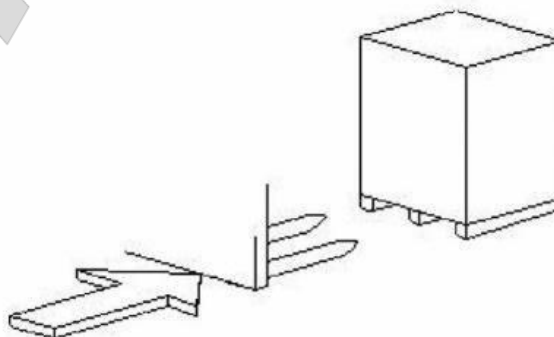

Рис.1
**При распаковке убедитесь в том, что все детали маслосборника на месте. См. раздел по сборке и сборочный чертеж, список деталей приведен в конце данной инструкции. Для транспортировки упакованного изделия см. рис.1.**